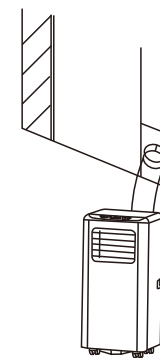

Fig.6
- 2) Som vist på fig.6 og fig. 6A, Installer udstødningsluft slangen, og Juster vinduesåbningen.